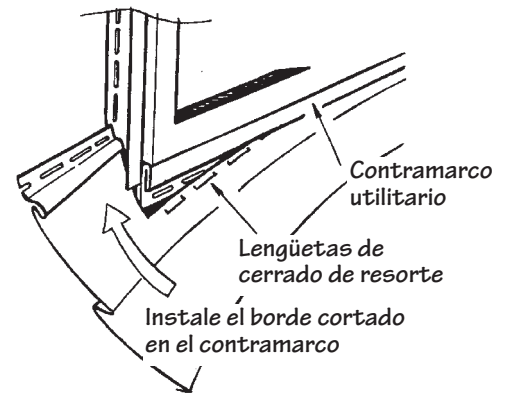

Figura 41.
- Instale el panel de revestimiento, verificando que las lengüetas (del punzón de cierre de resorte) se traben dentro del contramarco utilitario (Figura 41).